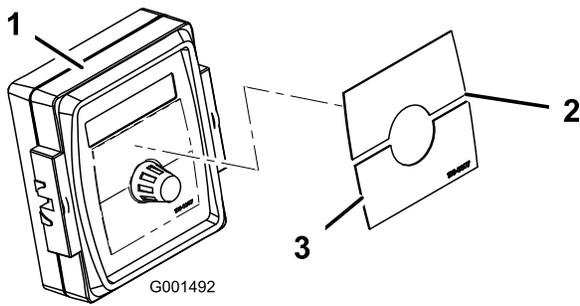

Figura 25
4. Coloque o autocolante Spray Pro no monitor (Figura 25).